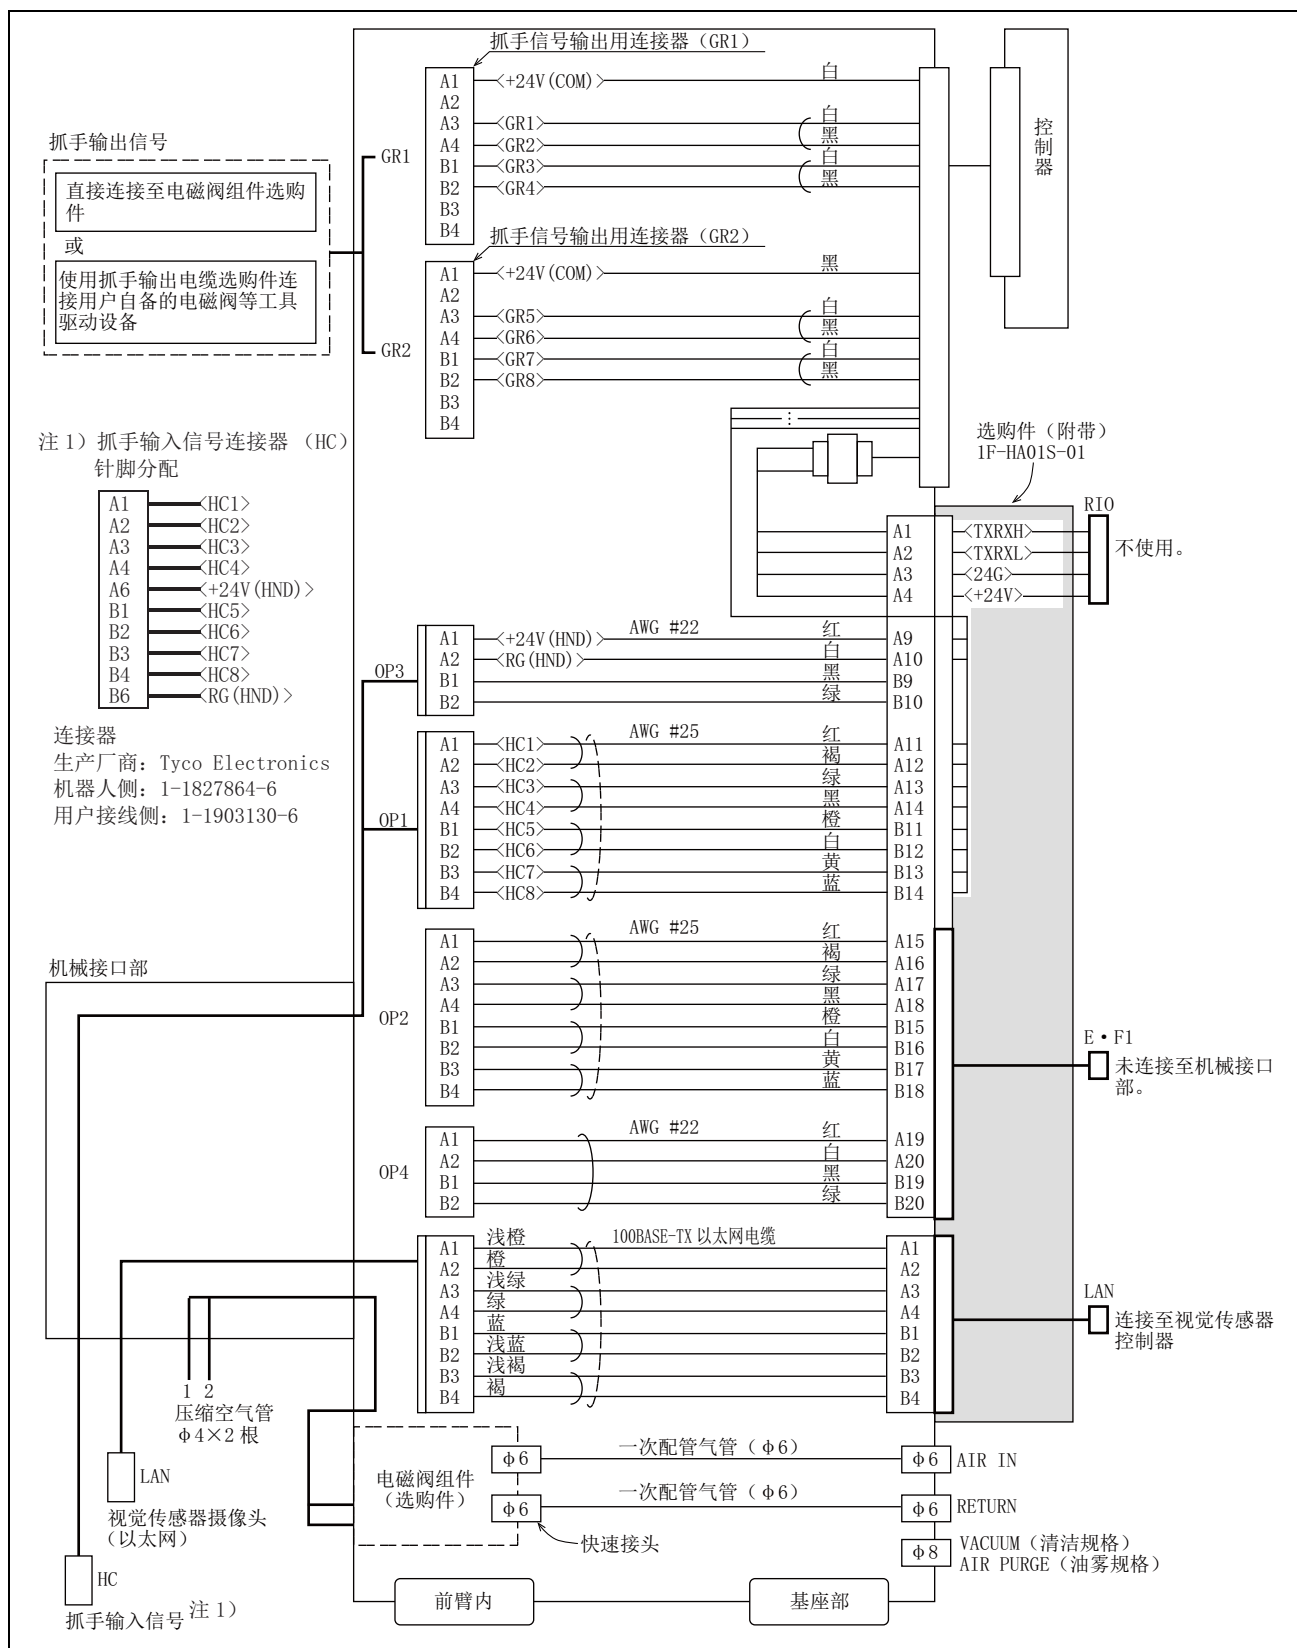

图 2-38: 抓手用接线及配管系统图以及阀安装示例: RV-4FR/7FR/13FR 系列 SH05
- *3) 抓手输入电缆 (HC) 的针脚分配请参照图 2-38。